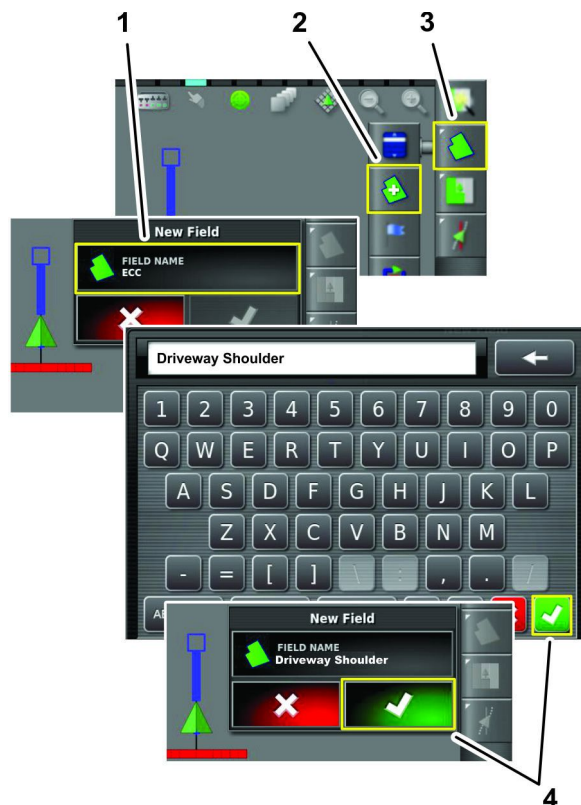

图 38
1. 按“场地菜单”图标然后按“新场地”边界图标图 38。
2. 按“场地名称”图标图 38。
3. 用显示屏键盘输入场地名称然后按“确认”图标图 38。
4. 在新场地对话框中按“确认”图标图 38。